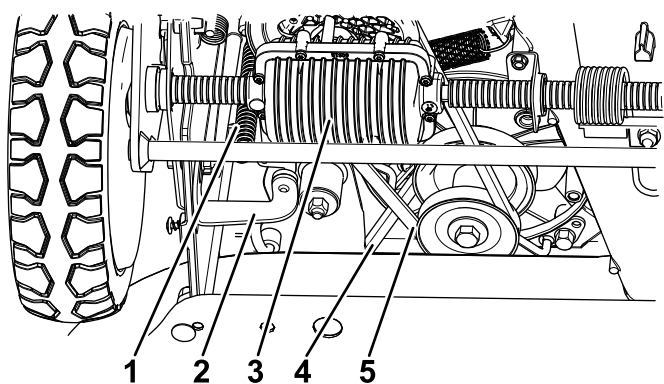

Figura 49
6. Afloje el soporte y gire el soporte hacia adelante (Figura 49).